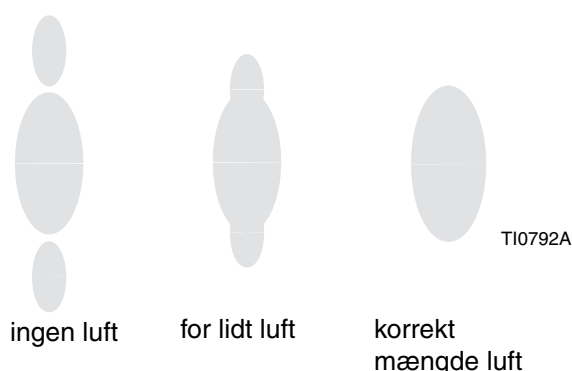

FIG. 14
5. Indstil forstøvningslufttrykket til ca. 5psi (3,5 kPa, 0,35 bar) ved aktivering af aftrækkeren. Kontrollér spredningen, og øg derefter langsomt lufttrykket, indtil halerne forstøves fuldstændigt og trækkes ind i spredningen. Se FIG. 14. Et lufttryk på 10 til 10 psi (4,9 til 7,0 kPa, 0,49 til 0,7 bar) er typisk nok til at forstøve halerne, især ved lavviskose materialer. Et for højt lufttryk kan forårsage ophobning af materiale på lufthætten, hvorved påføringseffektiviteten nedsættes. Lufttrykket til pistolen må ikke overstige 100 psi (0,7 MPa, 7 bar).